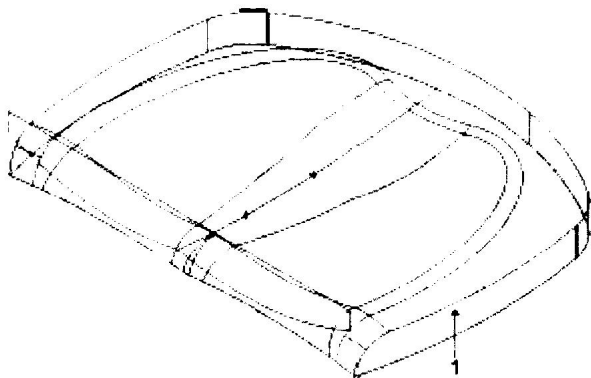

图 2.19 倒外面基本图
(9) 选择 fillet。
(10) 在图 2.19 所示“1”的位置选定几何图形。